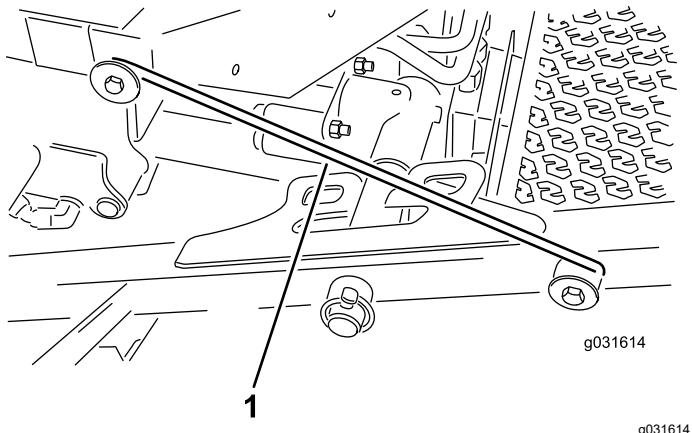

Bild 32
4. Lösen Sie die Riegelstange aus der Halterung am vorderen Trägerrahmen (**Bild 32**).
5. Heben Sie die Außenseite der Frontmähwerke an und positionieren Sie den Riegel über den an der Vorderseite der Fahrerplattform befestigten Rahmenstift (**Bild 32**).